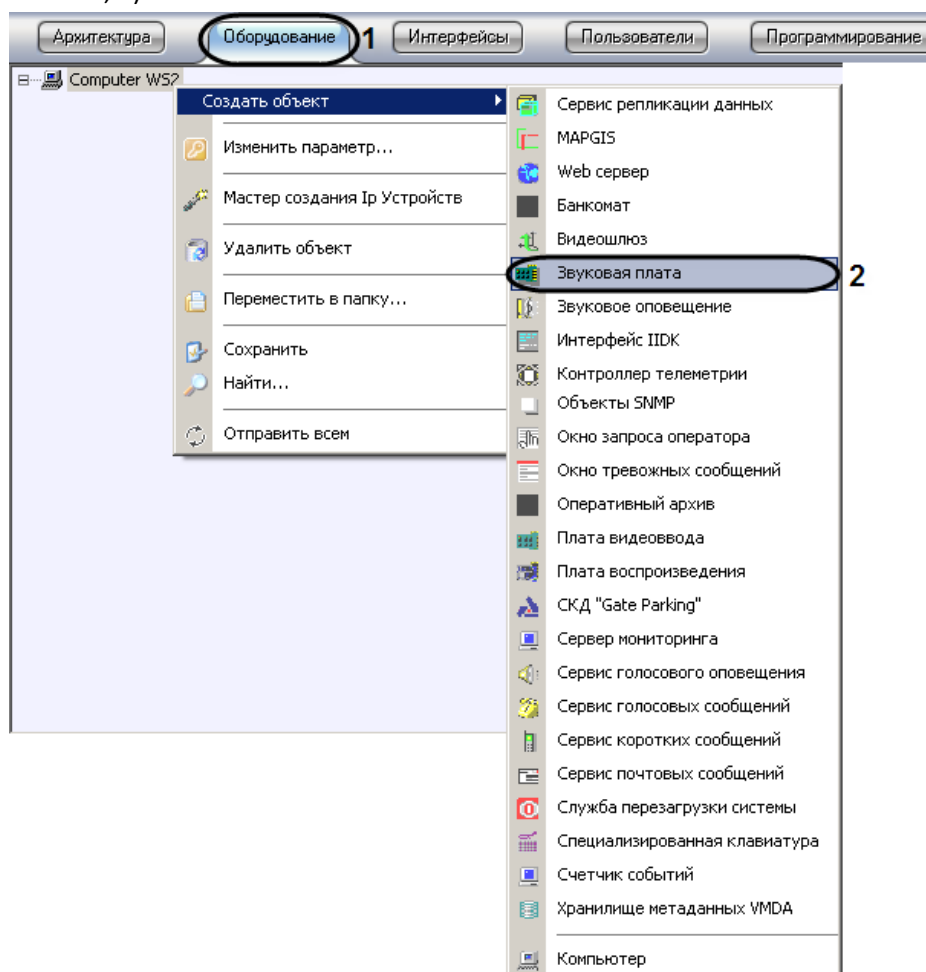

Рис. 3.1—12 Контекстное меню объекта «Компьютер»
2. В контекстном меню объекта «Компьютер» выбрать «Создать объект» -> «Звуковая плата» (Рис. 3.1—12, 2).
В результате откроется панель основных настроек объекта (Рис. 3.1—13).